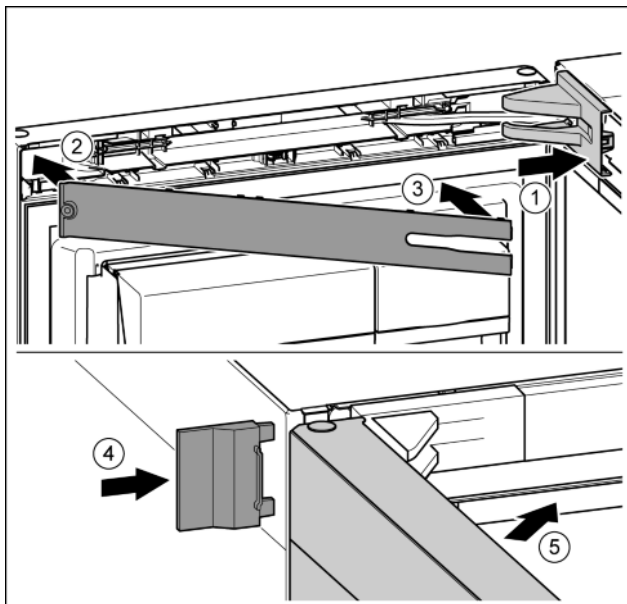

Fig. 46
- ▶ Helyezze fel és pattintsa be a csapágybak fedelét, szükség esetén óvatosan nyomja szét. Fig. 46 (1)
- ▶ Helyezze fel a lemezt. Fig. 46 (2)
- ▶ Fordítsa be és pattintsa be a lemezt. Fig. 46 (3)
- ▶ Tolja fel a külső fedelet. Fig. 46 (4)
- ▶ Csukja be a felső ajtót. Fig. 46 (5)